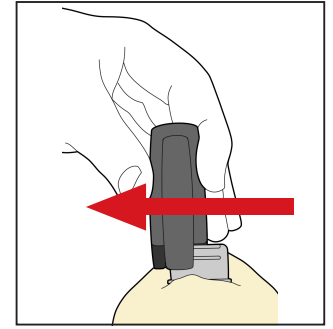

Fig. 13
7. Quando a máscara tiver assentado completamente, remova o aplicador IntegraBite da placa de mordida, deslizando para a direita ou para a esquerda (Fig. 13).